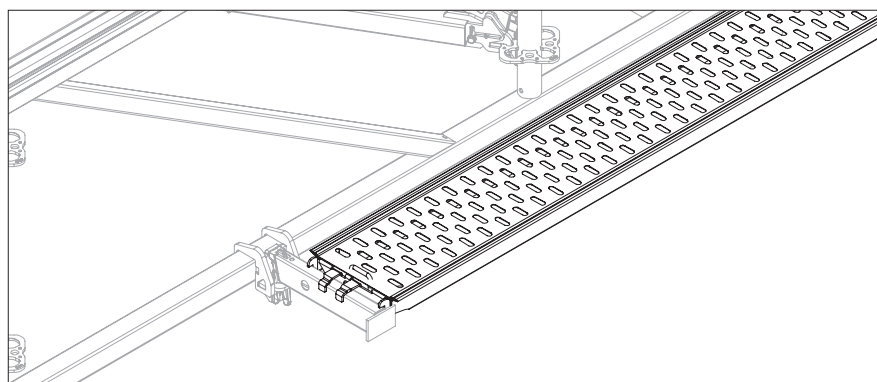

Fig. A13.04
- Montare i ponti in acciaio UDG-2 (**58**). (Fig. A13.04)